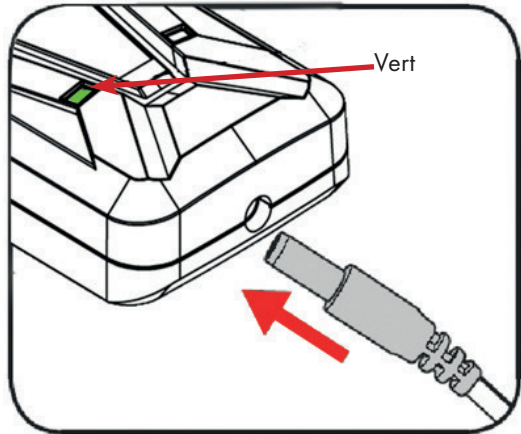

Fig.10
- Insérez la fiche de chargement dans la prise du chargeur. Lorsque la connexion est établie, les feux de signalisation sont rouges (Fig. 10 à la page suivante).